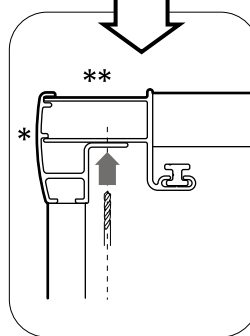
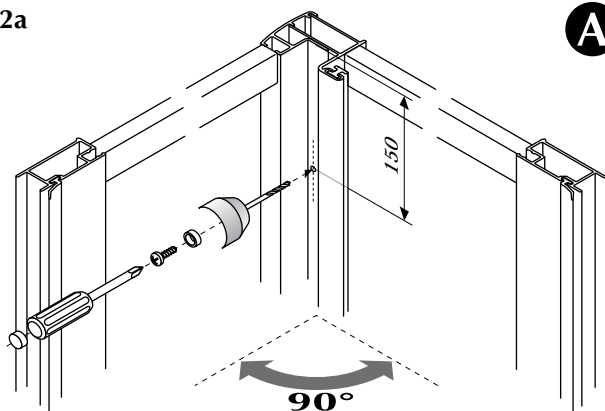

fig.12a
fig.12b
• Extraer la cabina de su embalaje y colocarla sobre un pavimento plano (fig.10). Acoplar los dos perfiles acercándolos diagonalmente para que coincidan las ranuras de acoplamiento (fig.11). Corregir la posición hasta encontrar la posición correcta en ángulo recto y bloquearlos definitivamente efectuando 2 orificios a 150mm de los extremos, después sujetarlos mediante los tornillos suministrados (fig.12a y fig.12b).